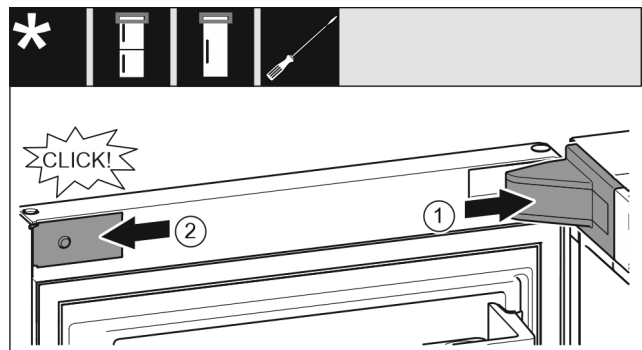

Fig. 22
- ▶ Lagerbockabdeckung Fig. 22 (1) aufsetzen und einrasten, ggf. vorsichtig auseinanderdrücken.
- ▶ Blende Fig. 22 (2) seitlich ansetzen und einrasten.